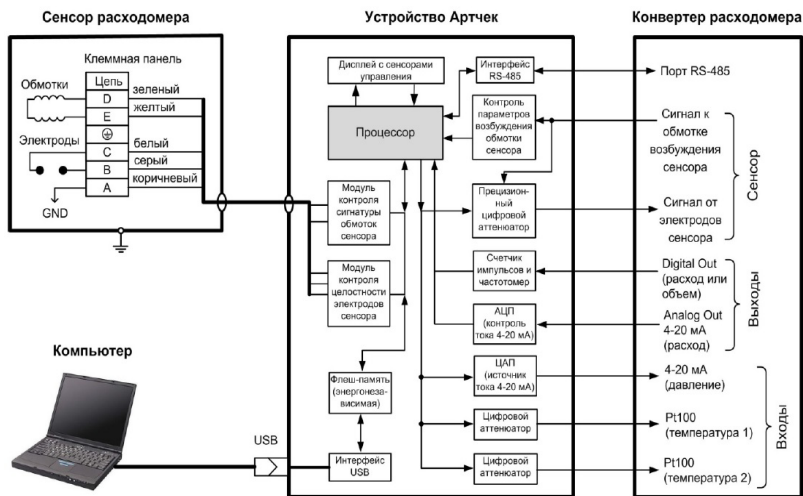

Рисунок 2.1 – Функциональная схема, поясняющая работу
- 2.2.2 На функциональной схеме (рисунок 2.1) показаны основные элементы, участвующие в работе имитационно-проверочного устройства Артчек. При включении оборудования и запуске режима проверки, автоматически выполняется следующая последовательность действий: